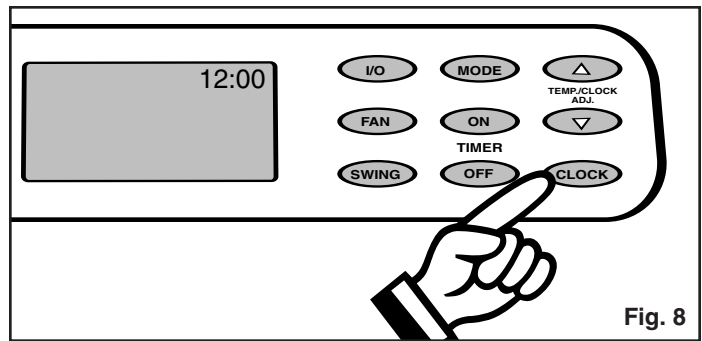

Fig. 8
- 1) Appuyez sur la touche **CLOCK** pendant trois (3) secondes. L'affichage indique "12.00" pendant environ 10 secondes. *Fig. 8.*